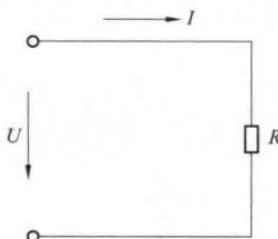

图 1-1 部分电路欧姆定律
(9) 部分电路欧姆定律——通过电阻的电流，与电阻两端所加的电压成正比，与电阻成反比，如图 1-1 所示。即